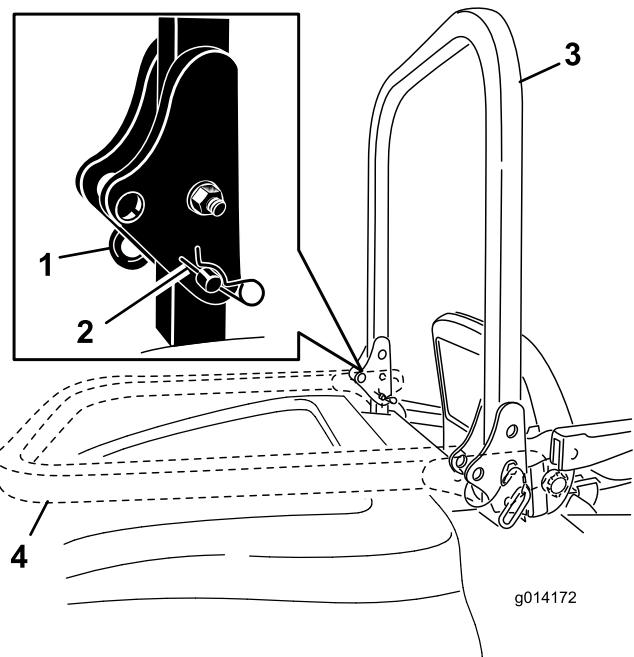

图18
- 要放低翻车保护杆请取下卡销将翻车保护杆向前推到顶住弹簧然后卸下2个柱销图18。
2. 将翻车保护杆放低到向下位置图18。
3. 安装2个柱销并用发卡销将其固定图18。
4. 要升起翻车保护杆请取下卡销然后卸下2个柱销图18。
5. 将翻车保护杆提升至直立位置然后安装 2 个柱销并用发卡销将其固定 图18。